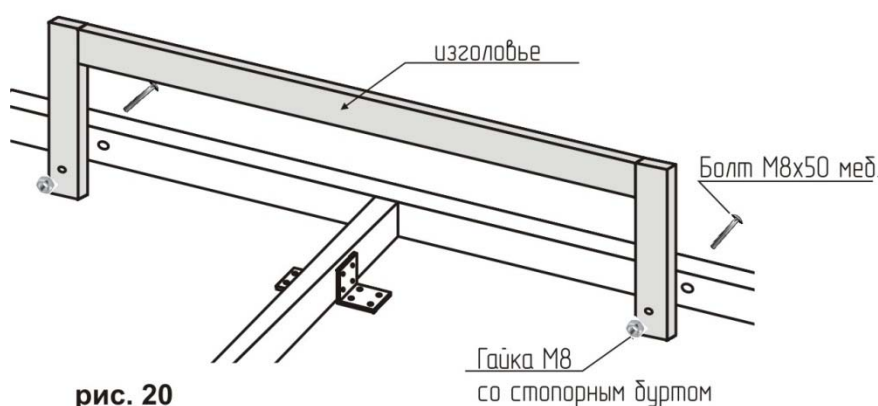

рис. 20
18. Установить изголовье с внутренней стороны ортопедического основания, с помощью мебельных болтов М8х50 и гайки М8 со стопорным буртом (рис.20).